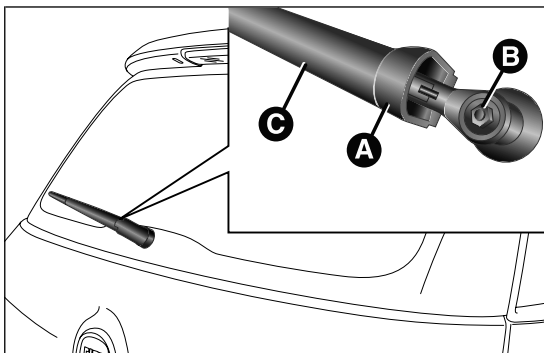

fig. 206
- ☐ levantar la tapa A fig. 206, aflojar la tuerca B y retirar el brazo C;